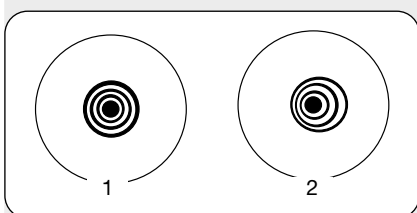

Fig. 32: Collimazione corretta (1) e scorretta (2) osservate durante un test di osservazione di una stella (star test).
5. Portare lentamente l'immagine della stella dentro e fuori fuoco fino a vedere diversi dischi che circondano il centro della stella. Se i passaggi da 1 a 3 sono stati eseguiti correttamente, si vedranno cerchi concentrici (centrati l'uno rispetto all'altro) (1, Fig. 32).
Uno strumento non correttamente collimato mostrerà cerchi oblunghi o allungati (2, Fig. 32). Regolare le 3 viti di collimazione sull'alloggiamento dello specchio primario finché i cerchi sono concentrici su entrambi i lati del fuoco.